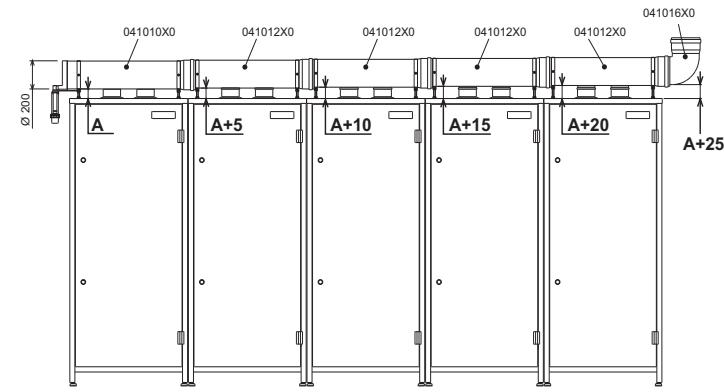
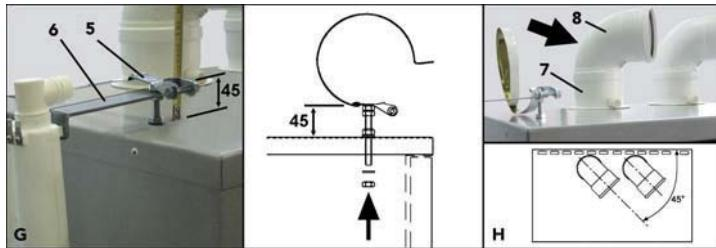
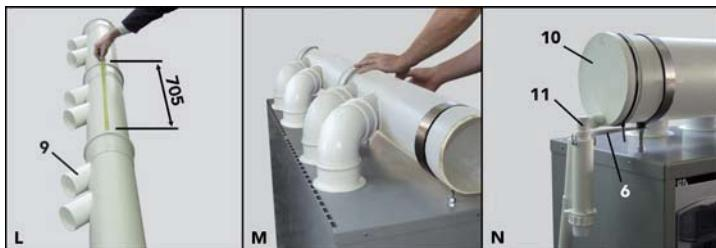

рис. 32 - Установка 5 модулей
рис. 35
рис. 36
- G** Установите опорные фланцы коллекторов "5" используя предусмотренные для этой цели отверстия в верхней части модулей. При установке фланца на первый модуль должен быть соблюден размер 45 мм. (см. рамку "G" рис. 35). Вышеуказанный размер необходимо увеличить на 5 мм для каждого из следующих модулей, чтобы угол наклона коллектора дымовых газов соответствовал размеру, указанному на рис. 32. На фланец первого модуля установите опорный кронштейн сифона для слива конденсата "6". Установите на патрубки "7" колена папа-мама 90° "8", в положении под углом 45° по отношению к модулю (см. рамку "H" рис. 35). При установке одного модуля **ECONCEPT 51/51i** используйте только одно колено 90° и пробку, имеющуюся в базовом комплекте.
- L** Установите дымовые трубы (операция должна выполняться на полу), обращая внимание на то, чтобы все соединения "9" находились на одной линии, и при строгом соблюдении установочного размера 705 мм (см. рамку "L" рис. 36).
- Проверьте правильность угла наклона коллектора (см. рис. 32) и соединения всех патрубков, колен и клапанов, обращая внимание на то, чтобы уплотнения плотно сели в соответствующих канавках (см. рамку "M" рис. 36). Прижимайте наружные уплотнения к верхней части модулей. Окончательно затяните опорные фланцы.